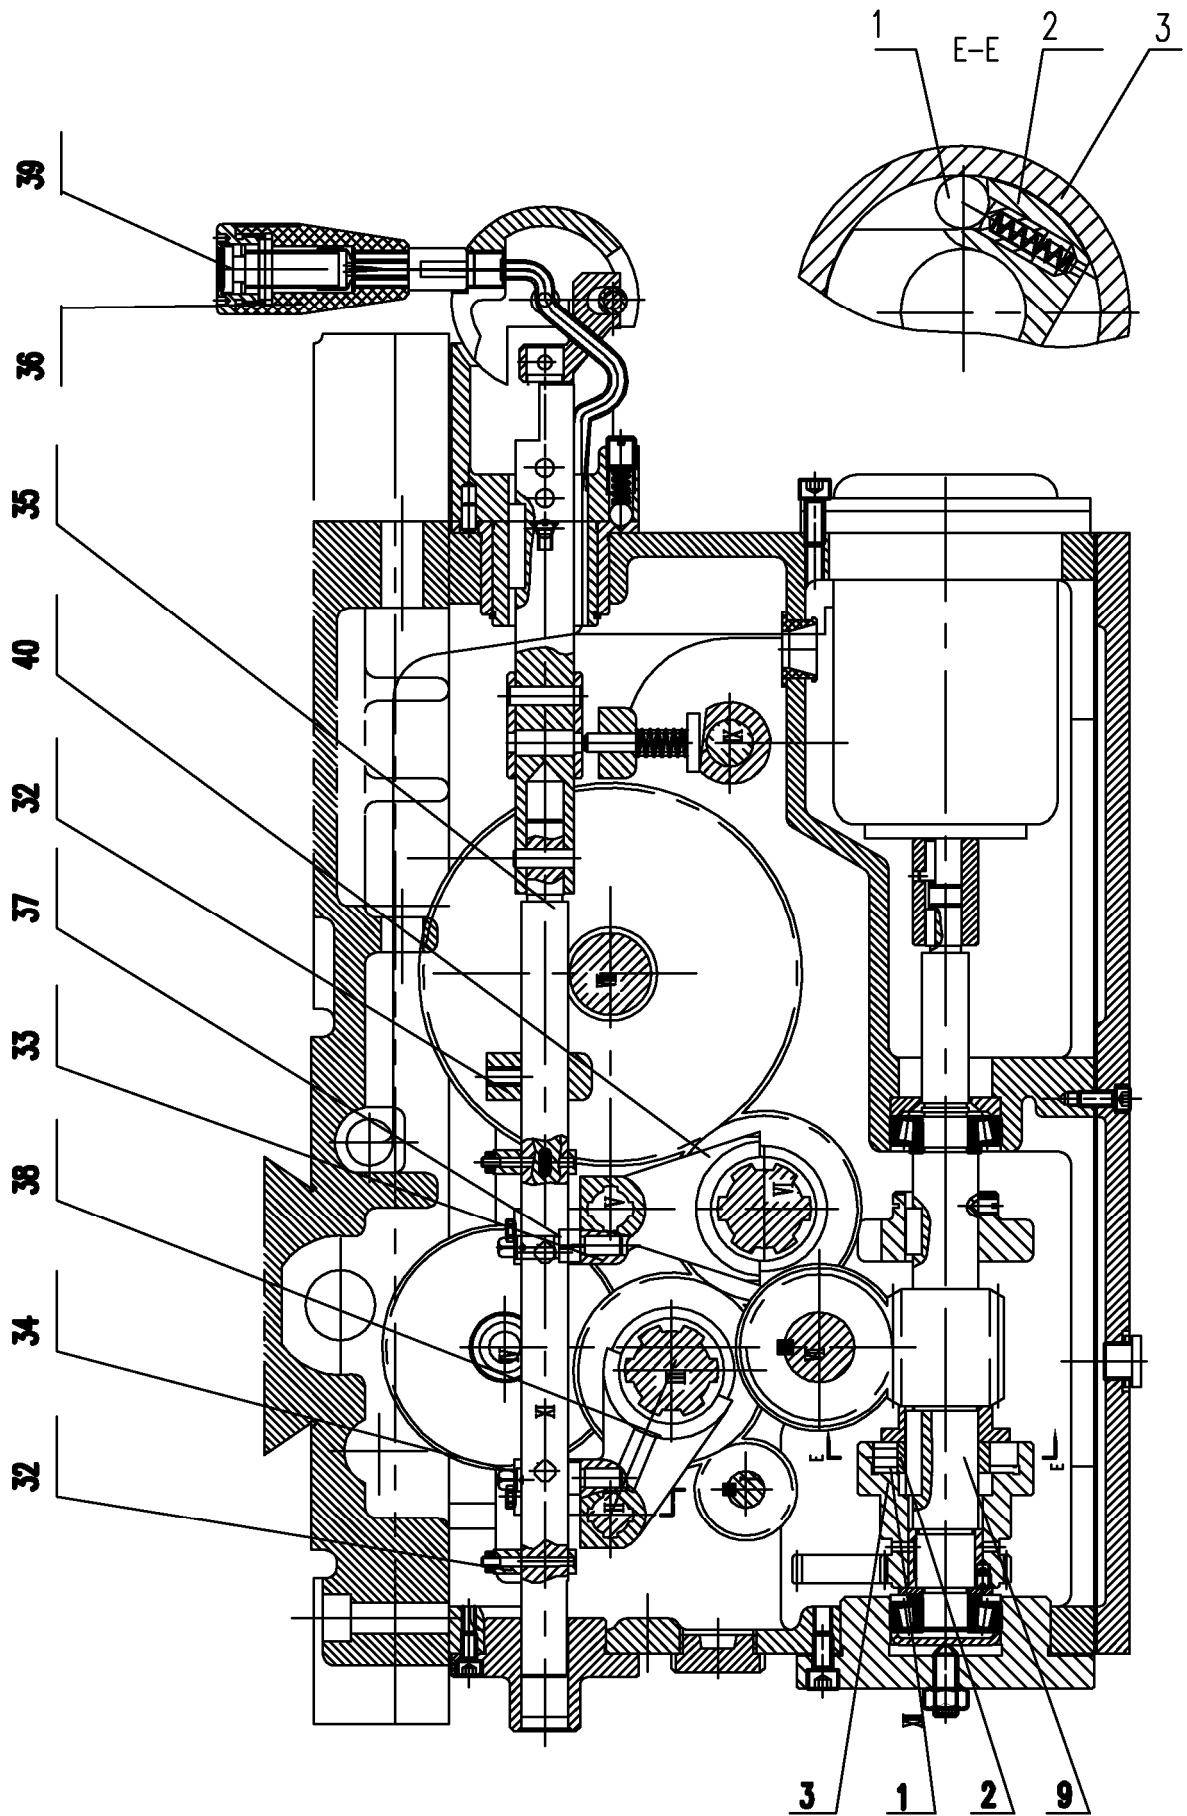

Рис. 16: Схема управления работой фартука
8.3. Односторонняя обгонная муфта (смотрите рисунок 16)